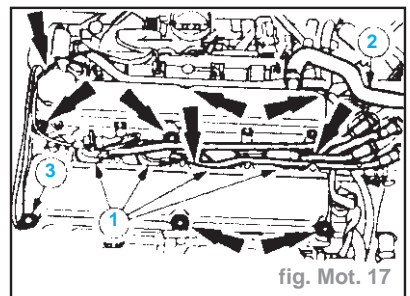

fig. Mot. 17
- Déposer le couvre-culasse : (fig. Mot. 17)
- débrancher les connecteur de bougies (1),
- déposer le flexible de ventilation du carter (2),
- déposer les dix boulons (3) (ordre de desserrage : de l'extérieur vers l'intérieur en procédant en diagonale).